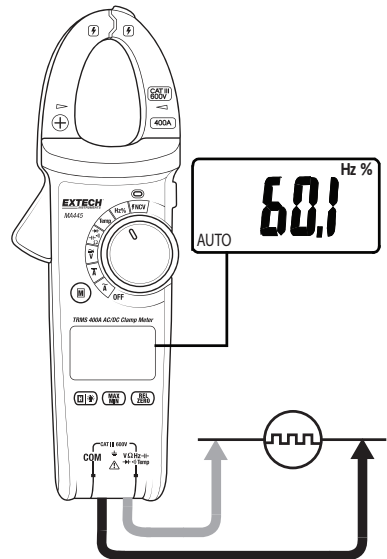

Fig. 8 – Mesures de la fréquence
1. Insérez la fiche banane du câble de test noir dans la prise jack négative COM. Insérez la fiche banane du câble de test rouge dans la prise jack positive. Voir Fig. 8.